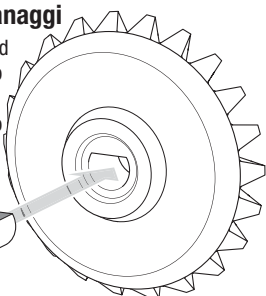

Figura 3
4. Ispezionare attentamente tutti gli ingranaggi conici e accertarsi che l'albero di coda sia diritto. Gli ingranaggi C, D ed E devono avere una parte piana nel loro foro per non ruotare rispetto all'albero che li trascina. Sostituire tutti i componenti danneggiati. Vedi figura 3.
15. Montare i cuscinetti 1,5x4x1,12mm e gli ingranaggi E nel retro della barra di torsione anteriore e nella parte anteriore di quella posteriore. Accertarsi che le parti piatte degli ingranaggi E e degli alberi coincidano, come si vede in figura 3.